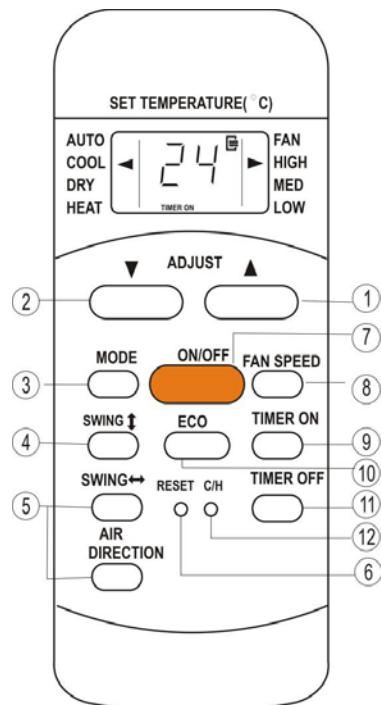

Рис.3-2
3.1.2 Описание кнопок и функций беспроводного пульта (рис.3.2)
### 3.1.2.2 Описание кнопок и функций беспроводного пульта (рис.3-2)